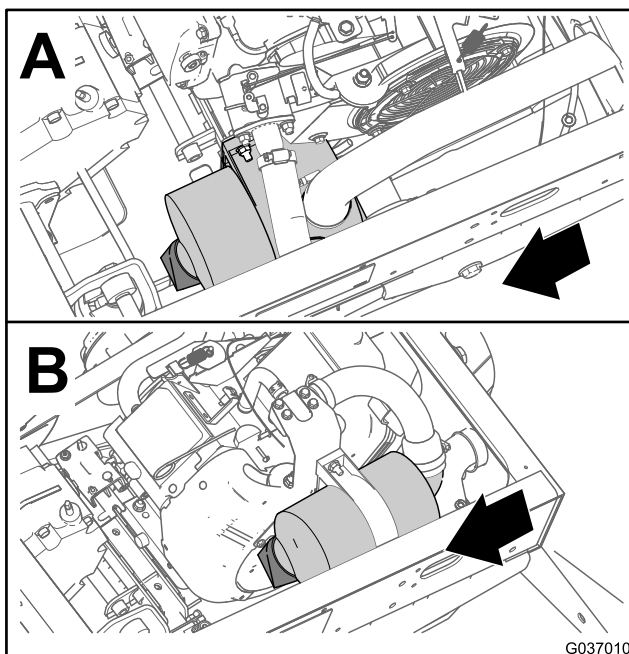
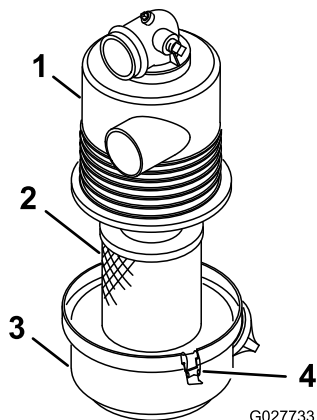

Рисунок 32
Рисунок 33
2. Проверьте корпус воздухоочистителя на отсутствие повреждений, которые могут вызвать утечку воздуха (Рисунок 32 и Рисунок 33).
- Отпустите фиксаторы, крепящие крышку воздушного фильтра на его корпусе (Рисунок 33).
- Отделите крышку от корпуса и очистите внутреннюю поверхность крышки воздушного фильтра (Рисунок 33).
- Вставьте элемент в корпус воздушного фильтра (Рисунок 33).
- Совместите крышку воздушного фильтра с его корпусом (Рисунок 33).
- Закрепите крышку на корпусе фиксаторами (Рисунок 33).